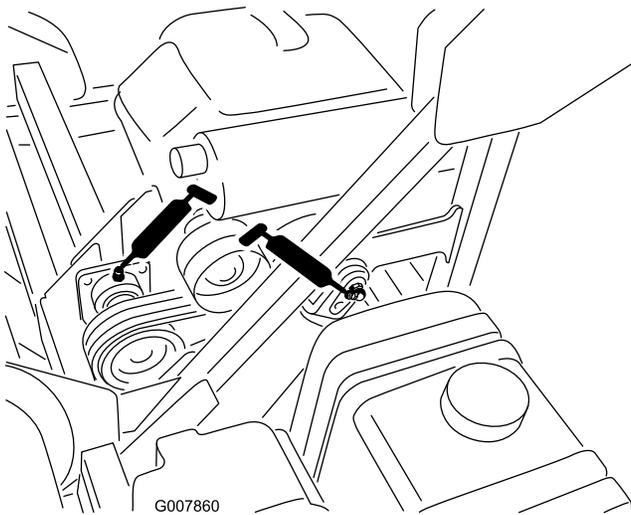

Figura 42
- Cilindro de elevación, cant. 2 (Figura 39 & Figura 42)
- Eje secundario, cant. 2 (Figura 42)